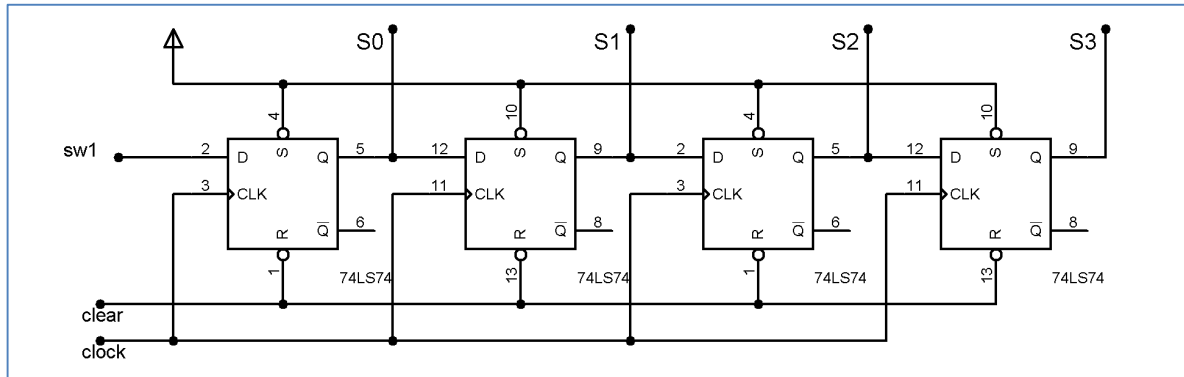

Figura 9: Registro de desplazamiento.
4) En este apartado y siguientes se analizarán circuitos registro de desplazamiento y algunas de sus múltiples aplicaciones. El circuito de la figura 9 es un registro de desplazamiento con entrada serie (sw1) y salida paralelo (S0, S1, S2 y S3).